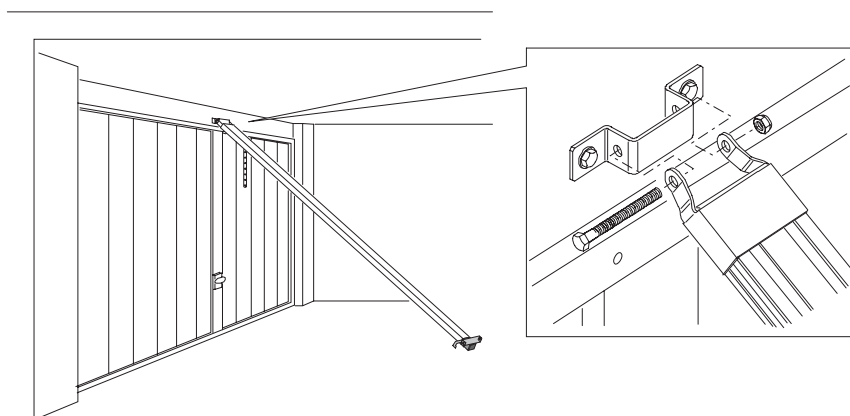

FIG. 13
- 7) Soulever le rail de l'attache avant et l'assembler avec la patte de fixation en utilisant la vis et l'écrou (fig. 13).